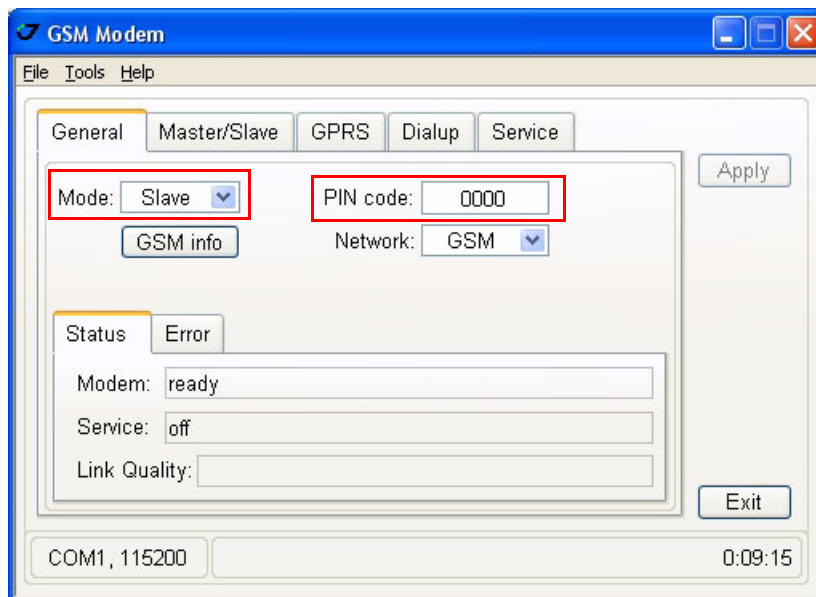

Рисунок 3-4. Закладка General
В закладке *General* установите следующие значения (Табл. 2) и нажмите *Apply* (Рисунок 3-4 на стр. 36). In this tab modem and service status and possible errors are displayed.
1. В закладке *Master/Slave* установите следующие значения (Табл. 3) и нажмите *Apply* (Рисунок 3-4 на стр. 36).